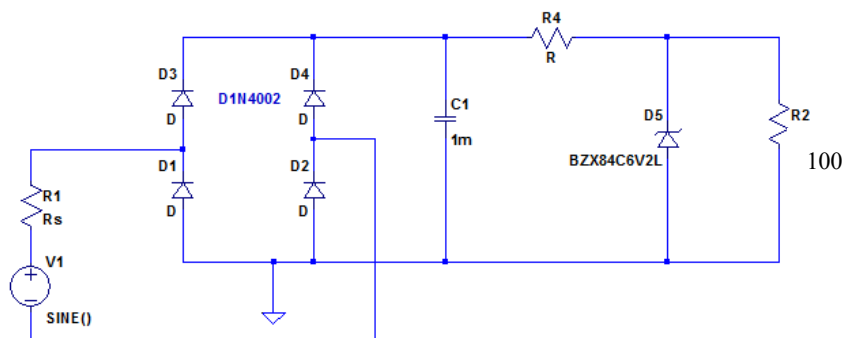

Fig. 2. Simulering av halvågslirikning, glättning, och shuntreglering. V1 är signalen från adaptorn (transformatorn).
4. Skissa regulatorkretsen med en shuntreglering. Dimensionera R_4 (fig. 2) så att belastningsströmmen begränsas till 68 mA, utgående ifrån att $U_Z = 6,4\text{V}$.
3. Koppla ihop diodbryggan, glättningen och shuntregulatorn, se Fig. 2. Använd rätt zenerdiod (BZX84C6V2L i LTspice) och det resistansvärdet du räknat ut i förberedelseuppgifterna. Kolla att alla delar fungerar som de ska.
Extrauppgift: 3a. Lägg återigen in en DC strömkälla som last istället för R_2 i Fig. 2.